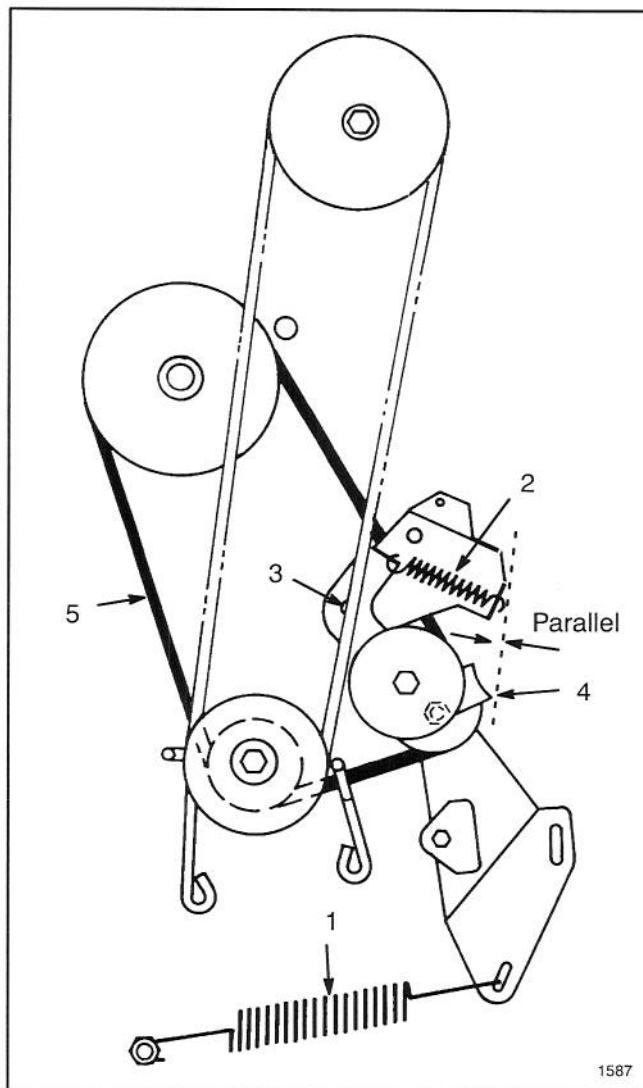

Abbildung 19
7. Die große Traktionsfeder von der Montageschraube loshaken (Abb. 19). Beim Entfernen der Feder vorsichtig sein, weil sie unter starker Spannung steht.
8. Die Leitradfeder vom Leitradbügel loshaken (Abb. 19).
9. Sicherungsmutter und Unterlegscheibe entfernen, mit denen der Leitradbügel am Rahmen befestigt ist, und den Bügel entfernen (Abb. 19).
10. Die Sicherungsmutter an der Scheibe lösen, bis die Riemenführung entfernt werden kann (Abb. 19). Den Riemen von allen Scheiben entfernen.
**Hinweis:** Bei Installation der Riemenführung an der Leitradscheibe darauf achten, daß die Kante der Riemenführung parallel zum Rahmen liegt, siehe Abbildung 19.